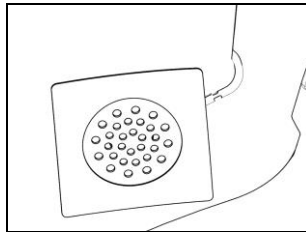

Fig. 39
- Posicionar el altavoz izquierdo en el lugar correspondiente de la almohadilla y fijarlo con el respectivo adhesivo (Fig. 39).